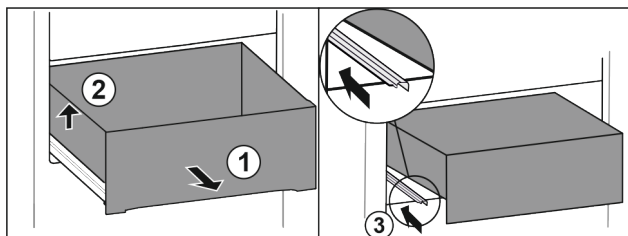

Fig. 12
- ▶ Vytáhněte zásuvku až na doraz. Fig. 12 (1)
- ▶ Nadzvedněte zásuvku vlevo. Fig. 12 (2)
- ▶ Zasuňte levou kolejničku. Fig. 12 (3)